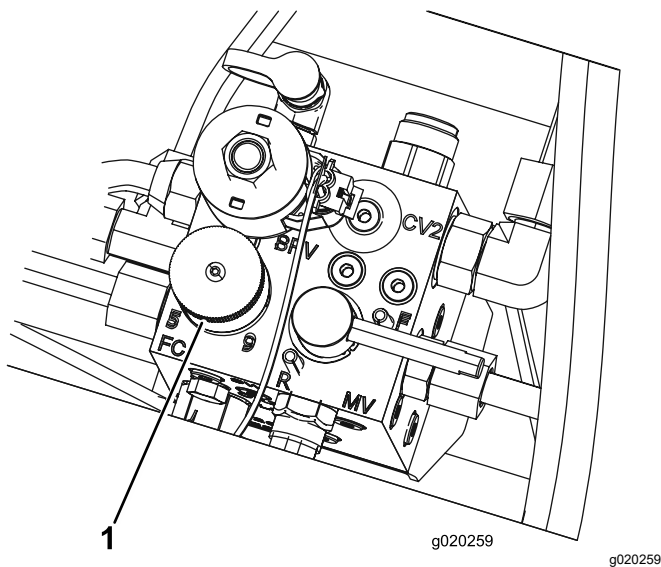

Рисунок 37
4. Для настройки скорости вращения барабана поворачивайте ручку управления (Рисунок 37) до совмещения стрелки указателя с числом, обозначающим требуемую настройку.